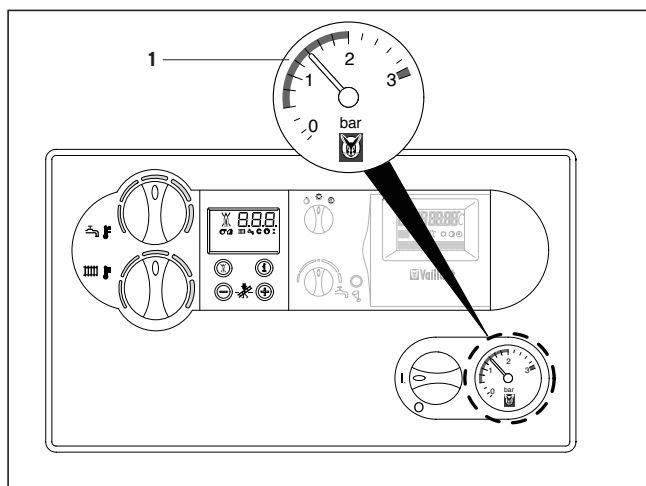

Fig. 3.18: Llenado del aparato/instalación de calefacción
Con la instalación fría, la aguja del manómetro (1) debe encontrarse en el intervalo entre 1,0 y 2,0 bar de la presión de llenado (Fig. 3.18). Si en cualquier momento se encontrase por debajo de los 0,75 bar, será necesario reponer el nivel con la cantidad de agua correcta.